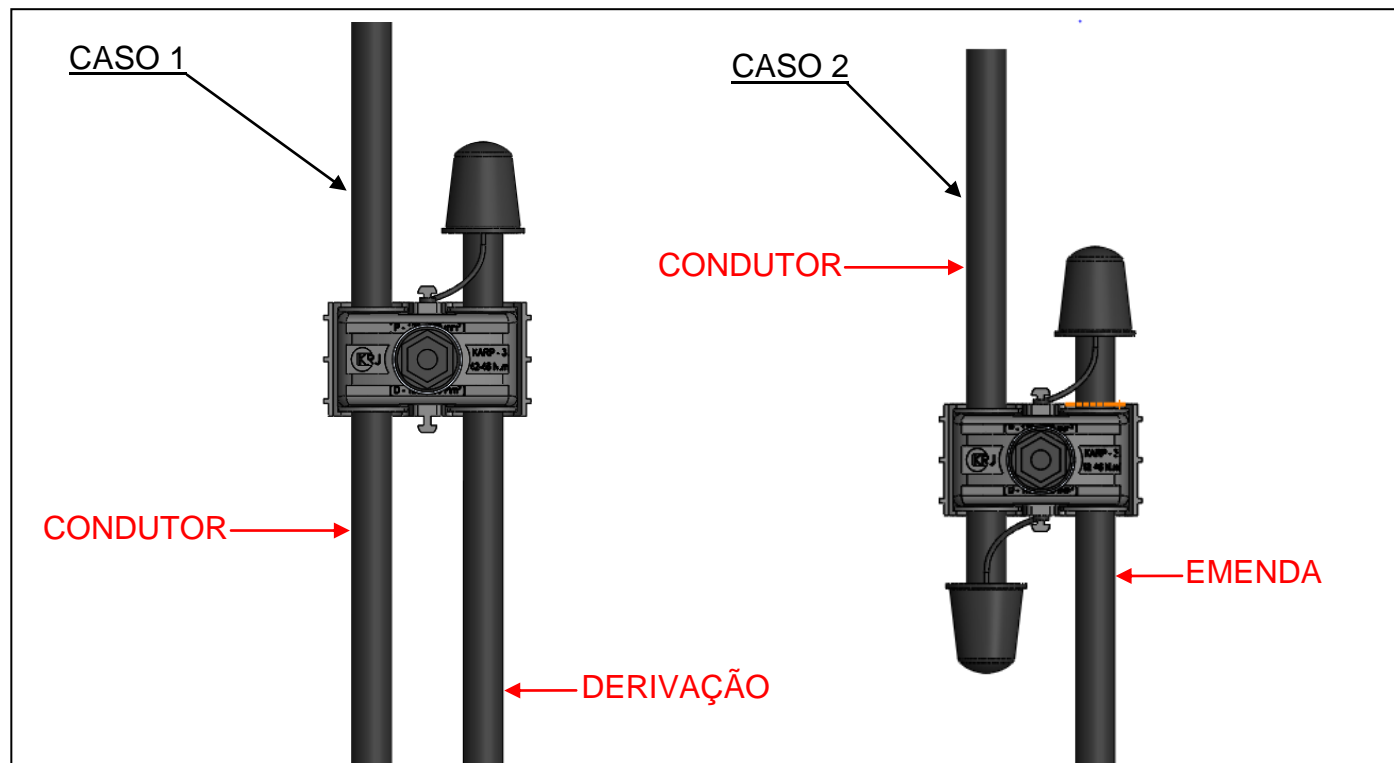

Figura 5
3.6 Após a finalização da montagem do conector, o capuz do conector deve ser colocado na extremidade do cabo de modo que fique protegido. O conector KARP é fornecido com dois capuzes. Caso o conector seja aplicado para fins de derivação, será utilizado apenas um capuz, conforme o CASO 1 da figura 5, se o conector for aplicado para fins de emenda, serão utilizados dois capuzes de acordo com o CASO 2 na figura 5.